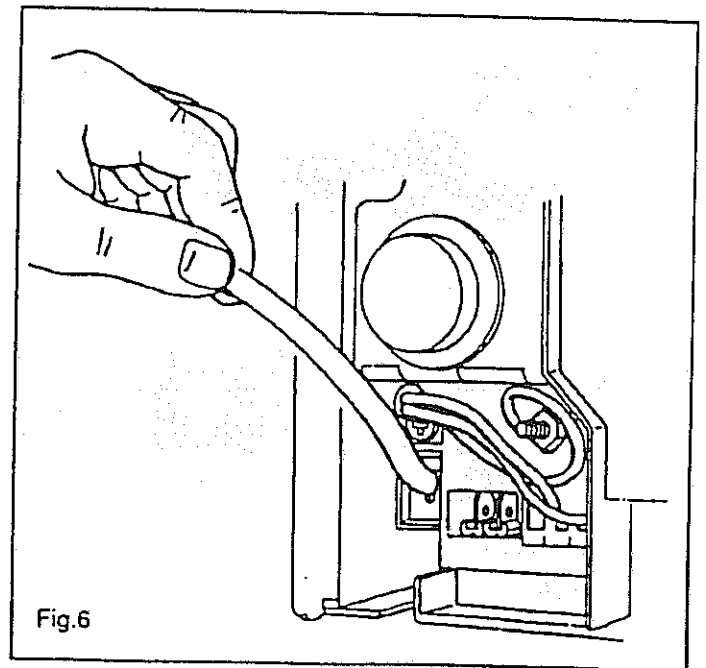

Fig.6
- das zweiadrige Kabel von vorne nach hinten in den Heizkessel einführen (Abb. 6) und mit den Klemmen 1-2 verbinden;